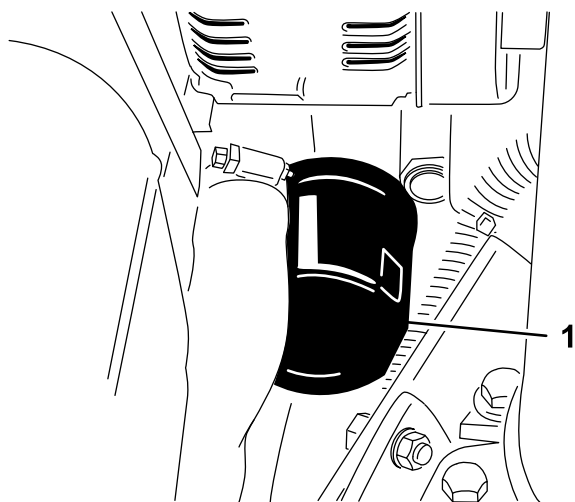

Figura 46
2. Togliete il filtro dell'olio (Figura 46). Applicare un velo di olio pulito sulla tenuta del nuovo filtro prima di avvitare. **Non serrate troppo.**